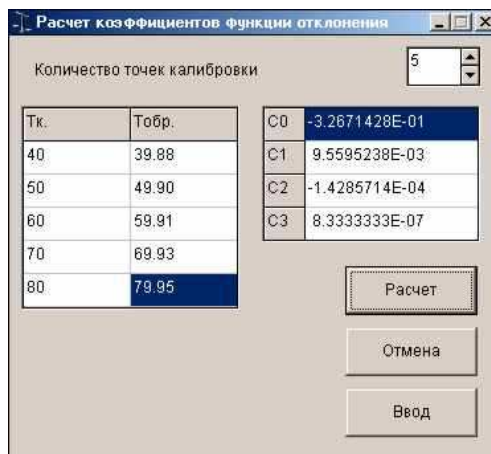

Рис. 5.
9.6.2. Кнопка «Расчет» открывает окно «Расчет коэффициентов функции отклонения». Рис. 5. П 9.9.
9.9. Окно «Расчет коэффициентов функции отклонения». Рис. 5.